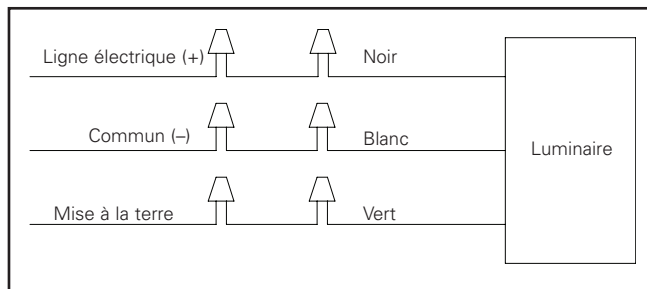

Figure 10.
- Raccordez les fils du luminaire aux fils dans le bras de montage sur poteau à l'aide des connecteurs fournis (figure 10) :
- Raccordez les fils de montage sur poteau aux fils d'alimentation dans le poteau (figure 10) :